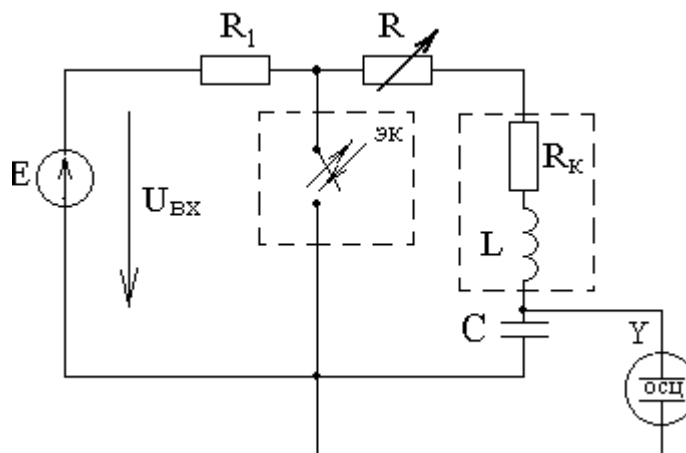

Рисунок 2.1 - Экспериментальная схема цепи RLC
2.2.1 Собрать цепь (рисунок 2.1).